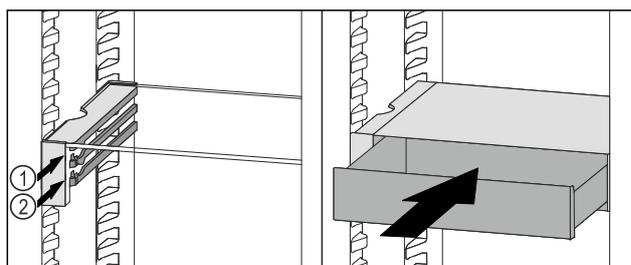

Fig. 63
- ▶ Nasaďte zásuvku VarioSafe za zářáčky na požadovaném žebře Fig. 63 (1) nebo Fig. 63 (2).